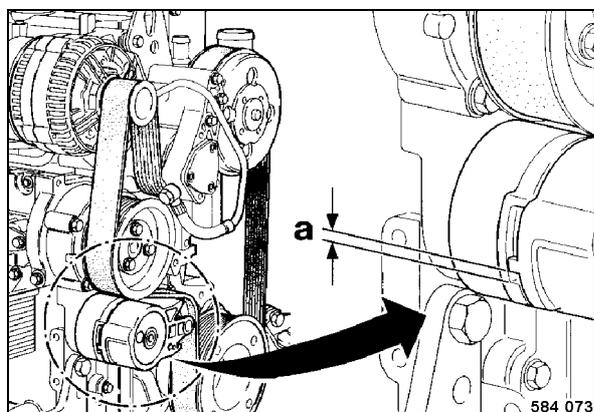

Рис. 158
- Проверить расстояние между выступом подвижной натяжной планки и неподвижным корпусом натяжного устройства (Рис. 158).